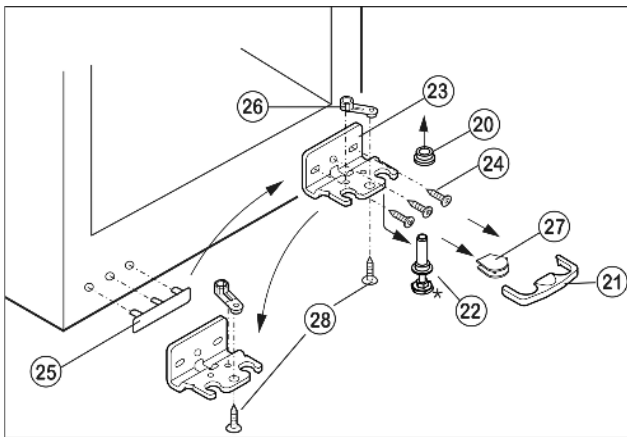

Fig. 5
- ▶ Sicherung Fig. 5 (21) nach vorn abziehen.
- ▶ Abdeckung Fig. 5 (27) abziehen.*
- ▶ Lagerbolzen Fig. 5 (22) nach unten und vorn herausziehen. Dabei auf Scharnierbuchse Fig. 5 (20) achten.
- ▶ Lagerbock Fig. 5 (23) abschrauben (3 x Torx 25) Fig. 5 (24).
- ▶ Lagerteil Fig. 5 (26) abschrauben (1 x Torx 25) Fig. 5 (28) und in das gegenüberliegende Aufnahmeloch des Lagerbocks umsetzen, wieder festschrauben.
- ▶ Griffseitige Abdeckung Fig. 5 (25) vorsichtig abheben und umsetzen.
- ▶ Lagerbock Fig. 5 (23) auf der neuen Scharnierseite **fest (mit 4 Nm)** ggf. mit Hilfe eines Akkuschaubers wieder anschrauben.
- ▶ Abdeckung Fig. 5 (27) auf der Gegenseite aufsetzen.*
- ▶ Die Sicherung (21) muss seitlich am Lagerbock einrasten, damit der Lagerbolzen und damit die Tür gesichert ist.
- ▶ Sicherung (21) auf Lagerbock wieder aufrasten.
- ▶ Scharnierbuchse Fig. 5 (20) aufsetzen.
- ▶ Tür von oben auf Lagerbolzen unten Fig. 5 (22) aufsetzen.
- ▶ Die Tür evtl. über die beiden Langlöcher im Lagerbock unten *Fig. 5 (23)* fluchtend zum Gerätegehäuse ausrichten. Dazu mittlere Schraube herausdrehen.